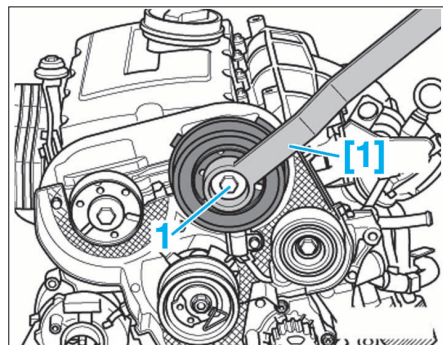

FIG. 62
- [1]. Contre-appui (ref. T10051) (Fig.62).
- À l'aide de l'outil [1], desserrer la vis (1) de chaque moyeu d'arbre à cames de deux tours (Fig.62).
- À l'aide de l'outil [1], desserrer la vis (1) de chaque moyeu d'arbre à cames de deux tours (Fig.62)